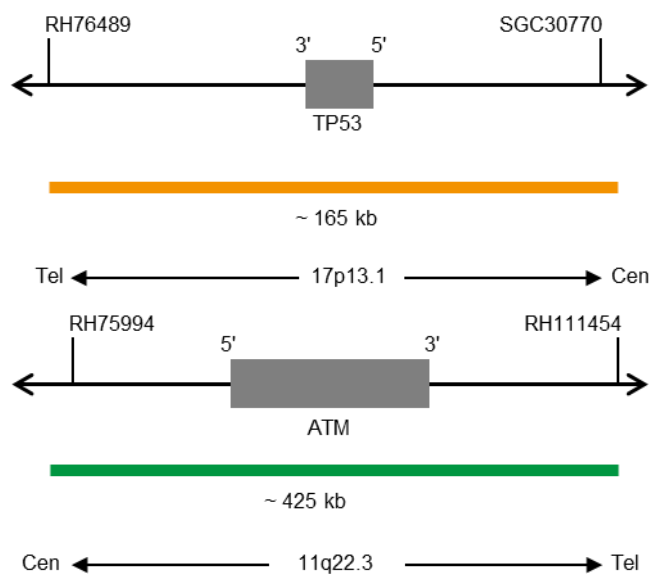

Fig. 1: En haut : Carte de la sonde SPEC TP53 ; En bas : Carte de la sonde SPEC ATM (pas à l'échelle)
- Polynucléotides marqués au ZyOrange (excitation 547 nm/émission 572 nm) (~4,5 ng/μl), qui ciblent une séquence de 17p13.1* (chr17:7,495,749-7,663,022) hébergeant la région génétique TP53 (voir figure 1).
- Polynucléotides marqués au ZyGreen (excitation 503 nm/émission 528 nm) (~10 ng/μl), qui ciblent une séquence de 11q22.3* (chr11:107,957,618-108,380,921) hébergeant la région génétique ATM (voir figure 1).